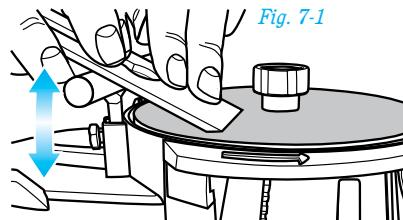

Fig. 7-1
**Voir la fig. 7-1.** Vérifiez le niveau de l'appui d'outil en utilisant un niveau. Une fois que vous avez trouvé la hauteur et le niveau désiré de l'outil, serrez les 2 vis moletées pour sécuriser l'appui d'outil. Ne serrez pas trop.